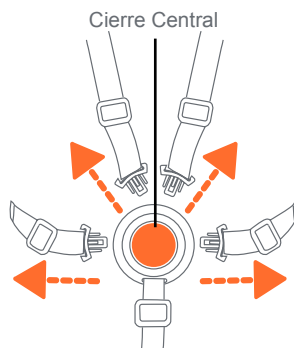

Fig. 11
- 11)** • Presione el botón rojo en la presilla central para destrabar las dos hebillas del arnés (Fig. 11).